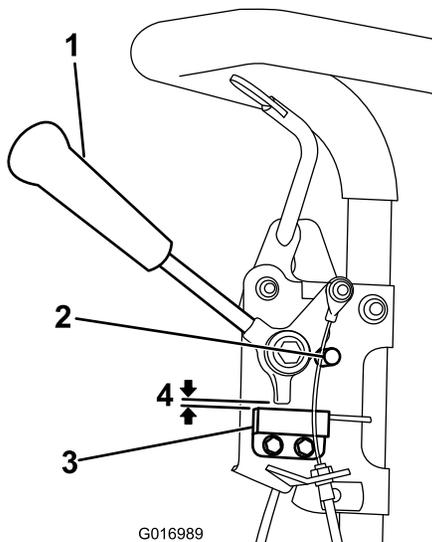

Figura 29
1. Asegúrese de que el motor está parado, y que la palanca de tracción está desengranada y apoyada en el tope de punto muerto (Figura 29).
2. Afloje las fijaciones de montaje del interruptor de seguridad (Figura 29).